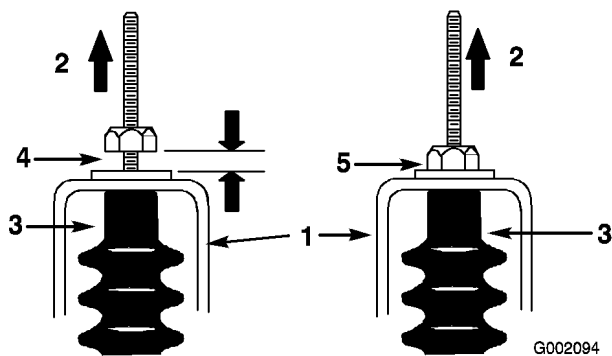

Bild 41
5. Ziehen Sie jeden Schaltzug nach oben, um sicherzustellen, dass zwischen der Mutter/Scheibe und der Leerlaufhalterung kein Abstand besteht (Bild 41). Ziehen Sie die Mutter fest, wenn ein Abstand besteht.